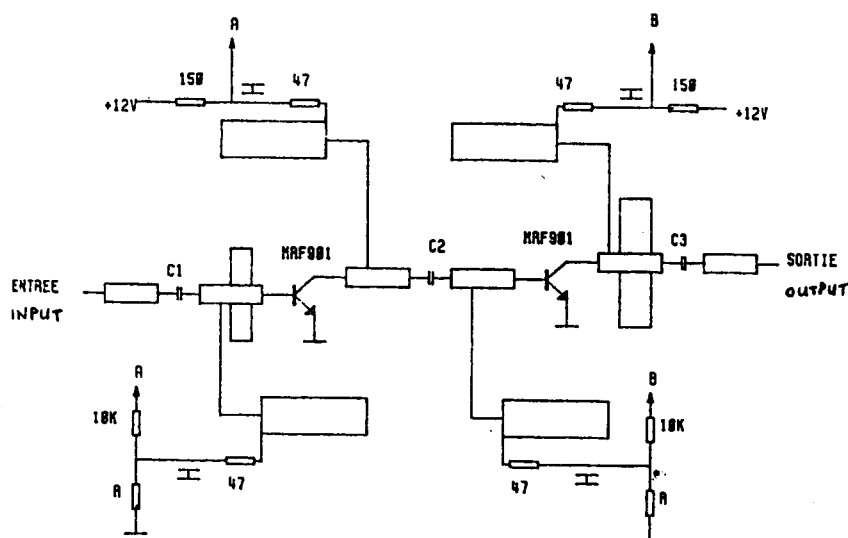

FIGURE 1:
E. This assembly, using standard components, can be used indifferently in transmitting or receiving. Diagram is given Fig. 1. Substrat is epoxy 16/10 double faced copperclad. The none pictured face stays entirely copperplated. Source and charge impedances are 50 Ohms. Under these conditions gain is around 22 dB and noise figure about 4dB. Printed lines permit wideband impedance matching without adjustments. This amplifier will therefore need to be preceded and/or followed by filters if elimination of unwanted products is desired. It was judged better to separate filtering problems from amplification ones as it is easier to tune filters between the wellknown impedances (generally 50 ohms). Random use of filtering elements in a assembly (quarter wave and V.C. at end as example) maybe permits to realize an oscillator in some cases but rarely to obtain a reproducible stable amplifier. Resistances are wired on the copperplated face. Bypasses go through the pcb. 47 Ohms resistances stabilize unconditionally the amplifier. 73's and good traffic in UHF-SHF, Michel F6DZK.
D. In diesem 2-stufigen 23cm Verstärker finden Standard-Bauelemente Verwendung. Das Schaltbild ist in Fig. 1 dargestellt. Die Platine besteht aus doppelseitig kupferkaschiertem Epoxy 16/10. Auf der Rückseite bleibt die Kuperschicht bestehen. Die Ein- und Ausgangsimpedanz beträgt 50 Ohm, die Verstärkung etwa 22dB bei einer Rauschzahl von 4dB. Weil Stripline-Technik Breitbandigkeit bedeutet, sollte ein externes Filter zur Selektion vor- oder nachgeschaltet werden. Um Schwingneigungen entgegenzuwirken, wurde auf ein integriertes Filter auf der Platine verzichtet. Außerdem läßt sich ein Filter mit 50 Ohm Ein- und Ausgang besser abgleichen, als eines, was in der Schaltung unter undefinierten Impedanzen arbeitet. Die Widerstände sind auf der Leiterseite aufgelötet. Die Gleichspannungsverblockung geht durch die Platine zur Masseseite. Die 47 Ohm Widerstände wirken gegen Schwingneigung.